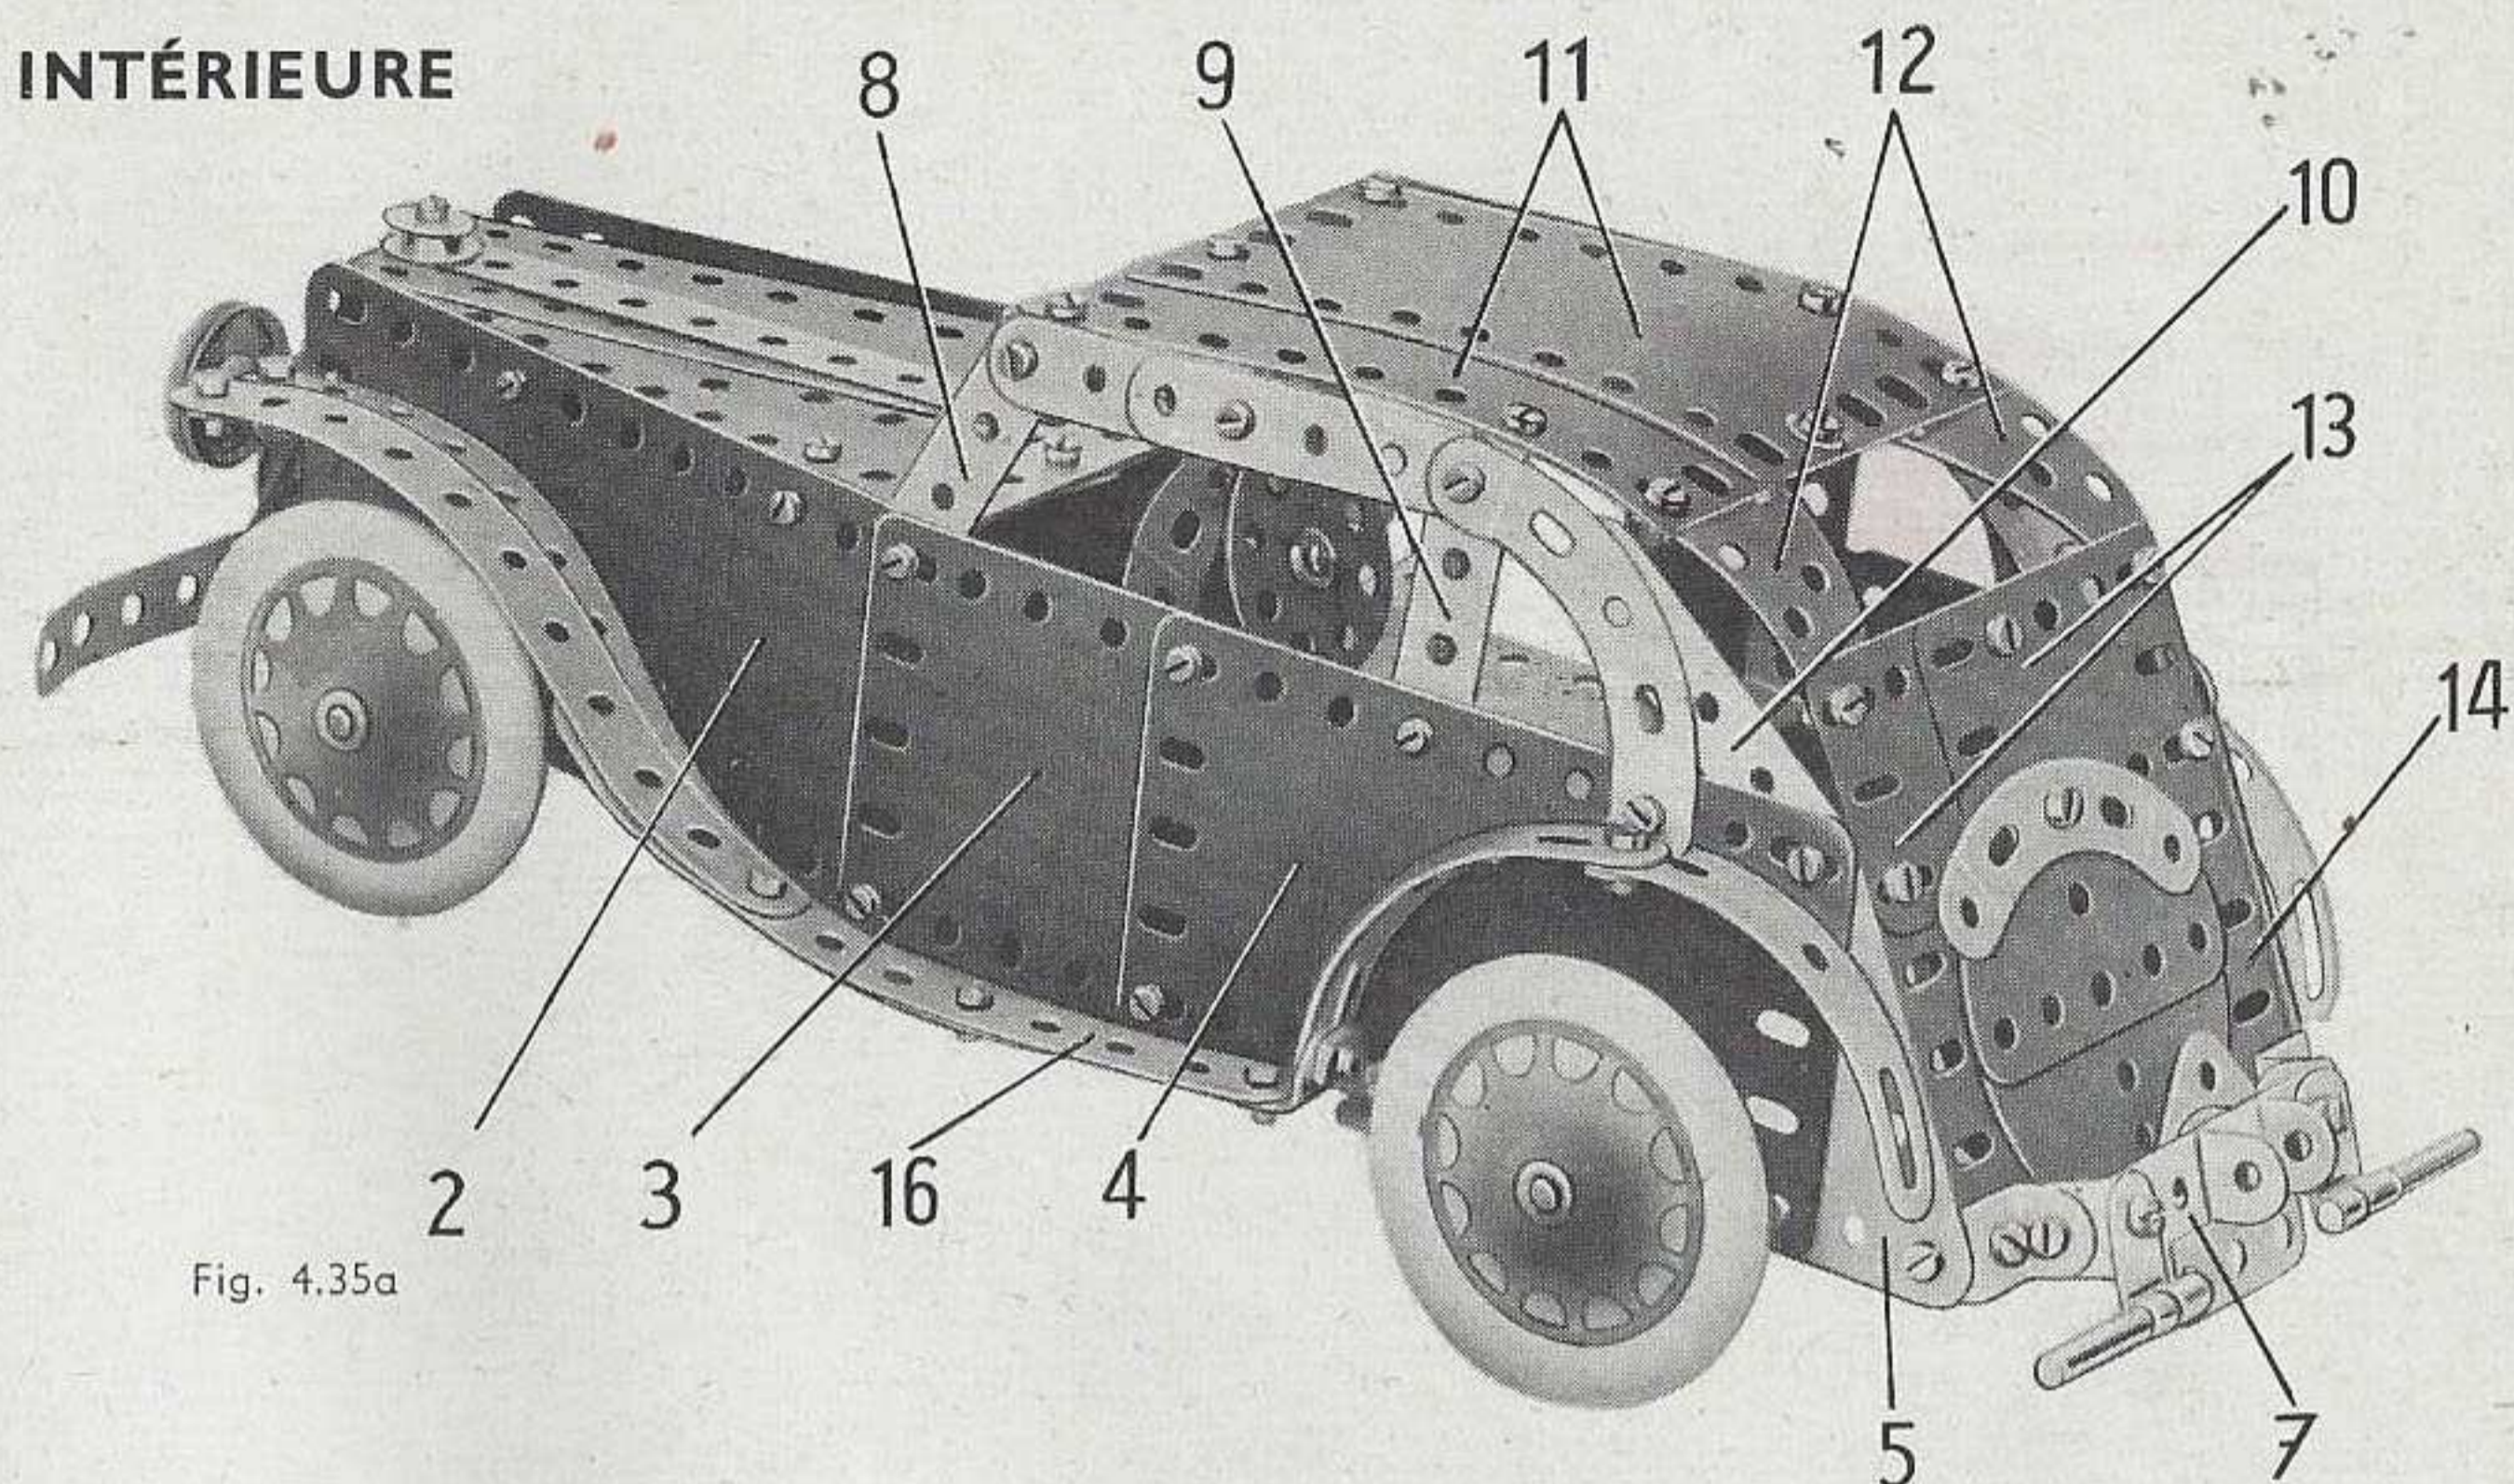

Fig. 4.35a
Le châssis de la voiture est formé de deux bandes de 25 trous (1) incurvées comme le montre la figure 4.35b. Un des côtés est constitué par une plaque flexible de 14x6 cm. (2), une plaque flexible de 6x6 cm. (3), une moitié de plaque à charnière (4) et une plaque flexible triangulaire de 6x4 cm. (5) (fig. 4.35a).